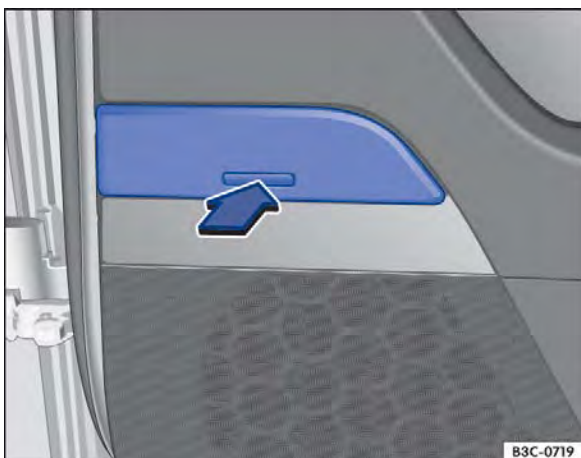

Fig. 125 Cinzeiro na porta traseira.
- Para *abrir*, pressionar o botão do cinzeiro brevemente no sentido da seta ⇒ Fig. 125. O cinzeiro se abre automaticamente.